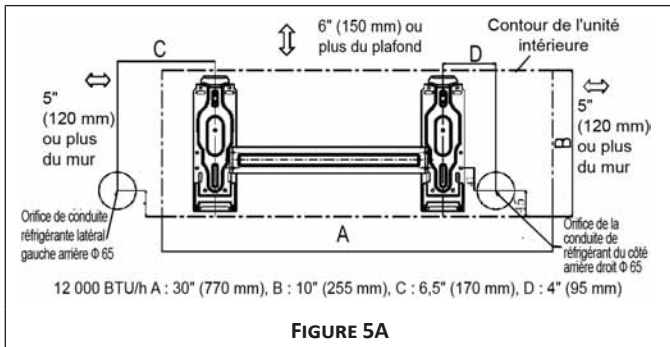

FIGURE 5A
4. Déterminez les positions des orifices en fonction du diagramme des Figures 5A et 5B (15 SEER) et 5C (19 SEER). Percez un (1) orifice de 2,5 po. (φ 65 mm), incliné légèrement vers l'extérieur.